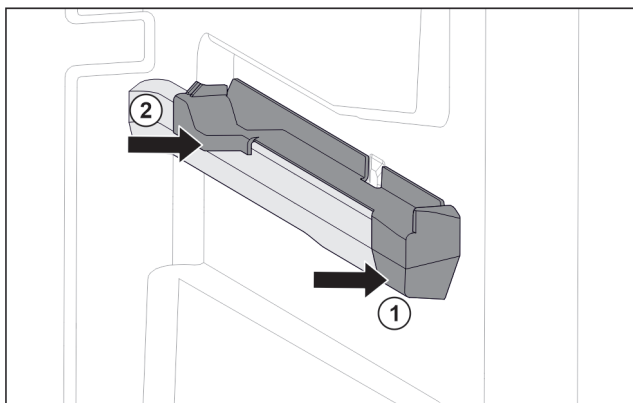

Fig. 148 Вставная часть на правом контейнерном ребре
- ▶ Наденьте вставную часть спереди на контейнерное ребро. Fig. 148 (1)
- ▶ Нажмите на вставную часть сзади. Fig. 148 (2)